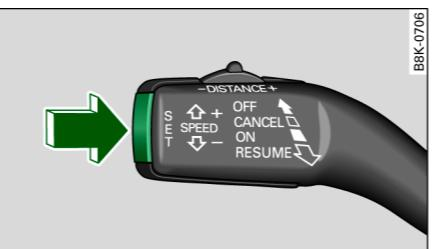

图 125 操纵杆: 存储车
- 按按钮 SET 以存储车速 ⇒ 图 125。
您可以随时踩下油门踏板提高车速。松开油门踏板后，该装置会将车速重新调回此前已存储的车速。按压 **SET**（设置）按钮 ⇒ 第 98 页，图 125 可随时存储新的期望车速。■